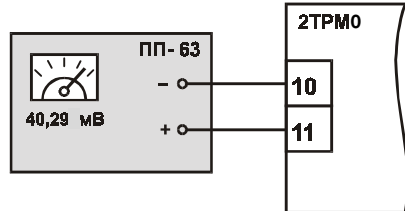

Рис. 3
3.1. Подключить к входу первого канала прибора вместо термопары потенциометр постоянного тока ПП-63 классом точности 0,05, соблюдая полярность (рис. 3). Установить выходной сигнал на потенциометре равным 40,29 мВ или 15,00 мВ в зависимости от используемой термопары (см. табл. 1).